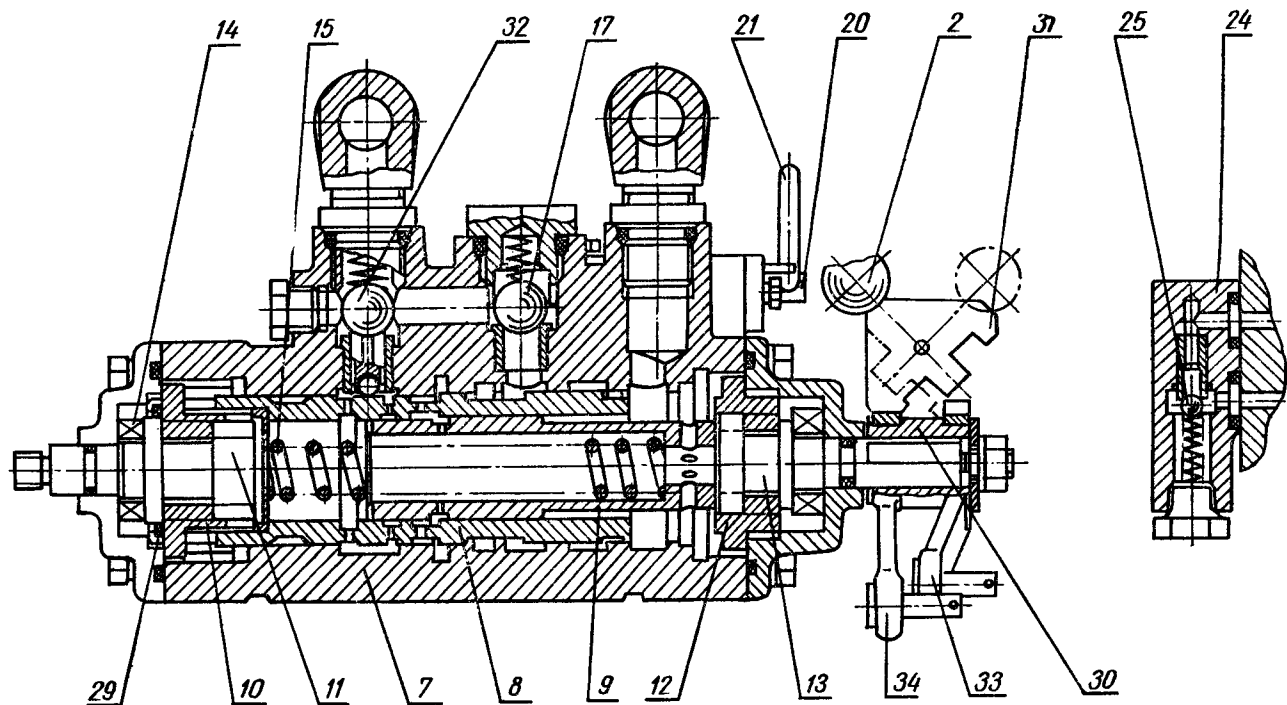

Рис. 70. Силовой (позиционный) регулятор:
Конструкция регулятора показана на рис. 70. В корпусе 7 расположена подвижная гильза 8, а в гильзе, concentрично ей, — золотник 9. Гильза соединена стопорным кольцом 29 с ходовой гайкой 10, фиксирующей от вращения выступами, заходящими в пазы корпуса. Ходовая гайка 10 установлена на винте 11, наружный конец которого рычажной передачей связан с рукояткой 6 (рис. 69). Зо-
лотник упирается торцом в ходовую гайку 12 (рис. 70), также фиксированную от вращения и установленную на винте 13, на наружном конце которого находится переключатель 2. На обоих винтах расположены упорные подшипники 14 (рис. 70). Внутри золотника находится распорная пружина 15, поджимающая золотник к торцу ходовой гайки 12, а подшипники 14 через гайки 10 и 12 — к внутренним плоскостям крышек. В корпусе 7 находится обратный клапан 17, регулирующий кран 20, управляемый ручкой 21, и запорный клапан 32. Второй обратный клапан 25 расположен в крышке 24, закрепленной к корпусу 7 болтами.
Переключатель 2 состоит из муфты 30, жестко соединенной с винтом 13, и фиксатора 31. В среднем положении фиксатора рычаги 33 и 34 свободно вращаются на муфте 30 при перемещении тяг 3 и 4 (рис. 69), не вызывая вращения винта 13 (рис. 70). При повороте ручки фиксатора 31 влево или вправо (по ходу трактора) муфта 30 блокируется соответственно с рычагом 33 или с рычагом 34, передавая вращение соответствующего рычага на винт 13.
Поворот ручки 21 (рис. 70) регулирующего крана 20 определяет положение перепускного клапана распределителя при коррекции на подъем. Чем больше закрыт кран, тем больший поток масла поступает на слив через распределитель при коррекции и тем меньше скорость коррекции.
- а) установите фиксатор 31 (рис. 70) в среднее положение;
- д) вращением муфты 45 добейтесь совмещения паза на рычаге 33 (рис. 70) с выступом фиксатора 31;
- б) установите фиксатор 31 (рис. 70) в среднее положение;
Для подъема орудия в транспортное положение поверните рукоятку регулятора в крайнее положение «на себя» и удерживайте ее в этом положении до полного подъема орудия, после чего рукоятку отпустите. Это обеспечит ее установку на фиксатор. Ручку регулирующего крана *21* (рис. 70) при позиционном регулировании поставьте на максимальную скорость — поверните вперед по ходу трактора. При силовом регулировании поворачивайте ручку крана назад до исчезновения толчков, передающихся на трактор при коррекции положения орудия.